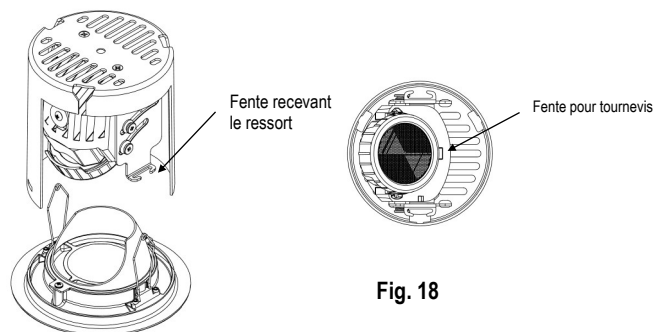

Fig. 18
A. Pour ajuster l'angle de réglage, utilisez un tournevis plat standard ou votre main, tournez ou inclinez le mécanisme de réglage jusqu'à ce que la position de réglage souhaitée soit atteinte (Fig. 18).